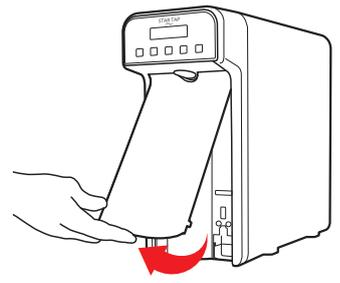

Fig. 1-13
- 20.3** - Mantenere l'apparecchio verticale con una mano e con l'altra afferrare il pannello frontale dalla feritoia lasciata libera dalla vaschetta raccogliocce tirando in modo deciso verso l'esterno fino a completa estrazione, vedi Fig. 1-13.